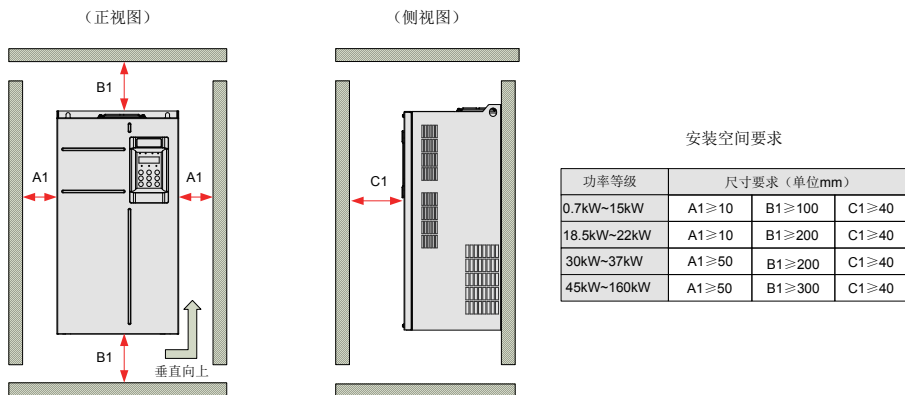

图 3-2 单台机器 [MD480T0.7GB-MD480T160G] 安装空间
- 安装空间要求如图 3-2 所示，需保证变频器有足够的散热空间，预留空间时请考虑柜内其它器件的散热情况；